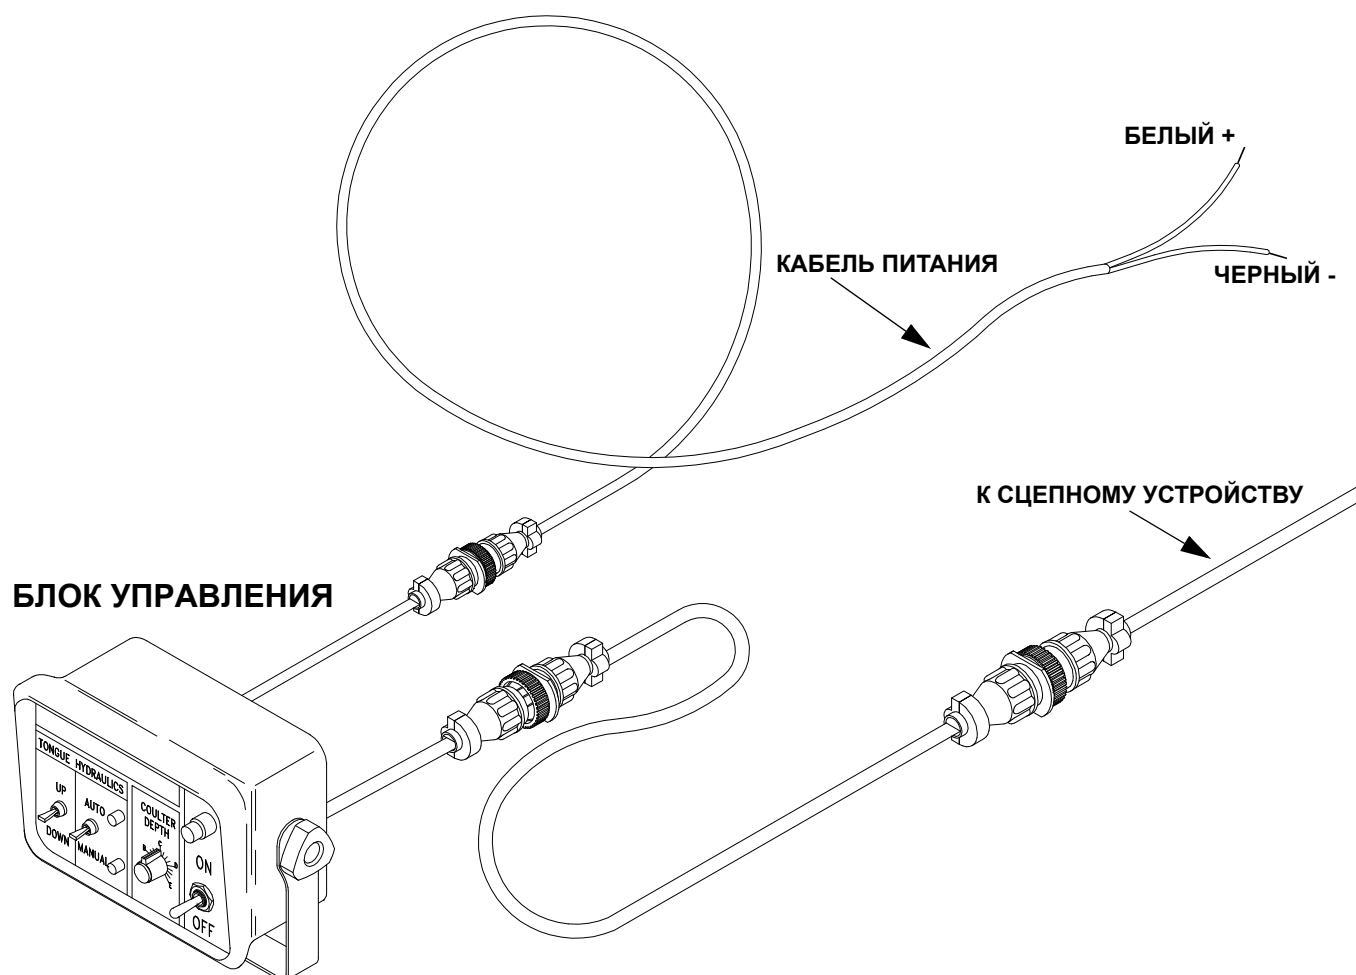

Рисунок 1- 10
7. Кабель блока управления подсоедините к обратной стороне блока управления. Выведите кабель из кабины трактора. Соедините кабель со жгутом проводки сцепного устройства. См. Рисунок 1- 10.